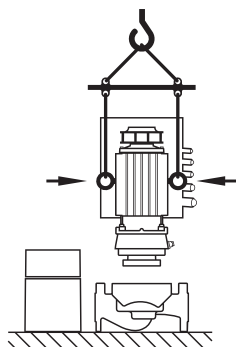

Fig. 9: Transportul ansamblului motor cu rotor hidraulic
- În cazul în care acest lucru este necesar, de exemplu în cazul lucrărilor de reparații, ochetele de transport se vor muta de pe flanșa motorului pe carcasa motorului (a se vedea de exemplu Fig. 9). Înainte de montajul ochetele de transport pe carcasa motorului deșurubați distanțierile din deschizăturile pentru ochetele de transport (Fig. 7, Poz. 20b) (a se vedea capitolul 10.2.1 „Schimbarea garniturii mecanice” la pagina 45).
- Dacă ochetele de transport sunt sau au fost mutate de pe flanșa motorului și au fost montate pe carcasa motorului, acestea sunt acceptate numai pentru purtarea sau transportul ansamblului motor cu rotor hidraulic (Fig. 9), însă nu și pentru transportul întreții pompei sau pentru extragerea ansamblului motor cu rotor hidraulic din carcasa pompei.